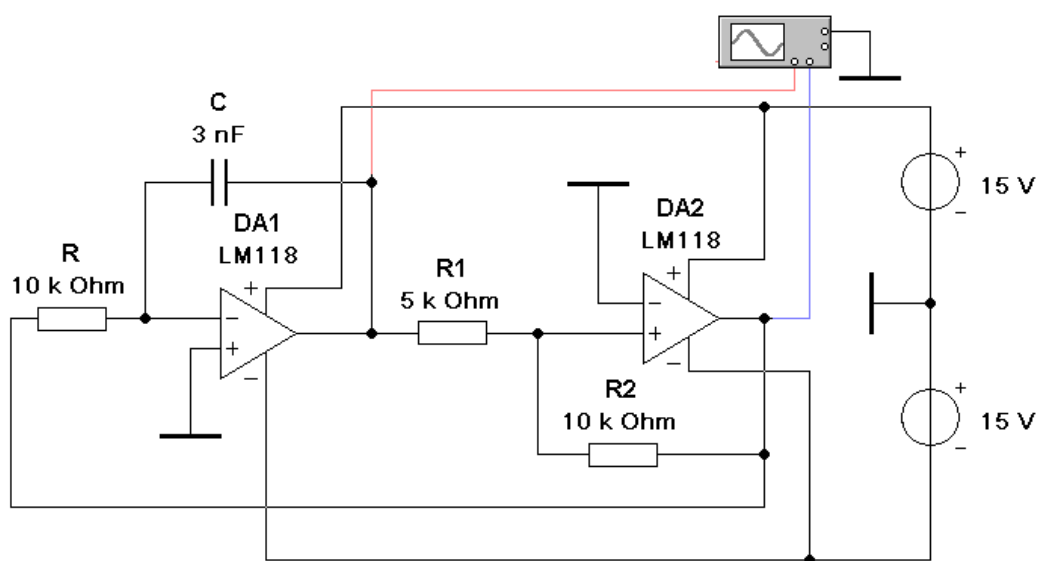

Рис. 2. Функциональный генератор
2. Функциональный генератор по рис.2
Частота функционального генератора (рис. 2) определяется выражением: